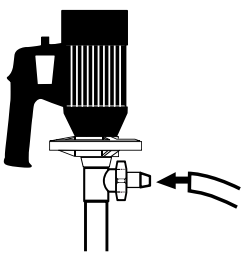

Figure 10
- Raccorder le tuyau de refoulement au raccord cannelé de refoulement de la pompe et le fixer au moyen du collier de serrage en acier inoxydable fourni (Figure 10, à la page 4).